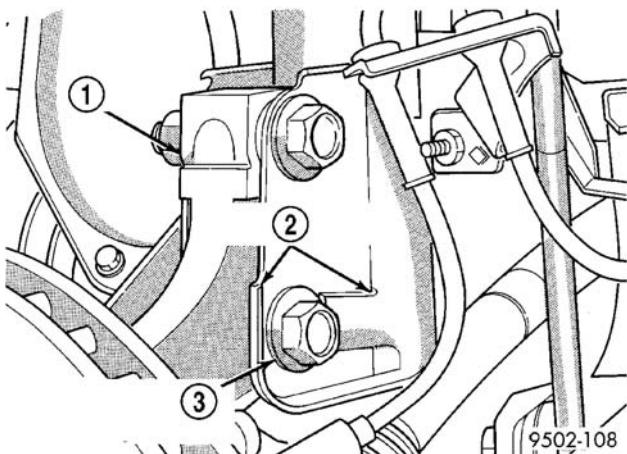

图 11 外倾角调整凸轮螺栓
(7) 对另一侧滑柱 U 形支架重复同样的程序。
(8) 重新安装前轮胎和车轮总成，并紧固到规定扭矩。
(9) 降下车辆。将车辆的前部和后部晃动相等的次数。
(10) 转动下偏心凸轮螺栓，使其顶住滑柱 U 形支架的凸轮止动区，将前外倾角调整到理想的设定值（图 11）。设定外倾角后，紧固上滑柱 U 形支架螺栓和下凸轮螺栓。再次晃动车辆的前后相等的次数并验证前轮外倾角设定。将两个前滑柱至转向节的连接螺栓拧紧至 $81 \text{ N} \cdot \text{m}$ (60 ft.lbs.) 的扭矩，在达到要求的扭矩之后继续拧 $1/4$ (90°) 圈。
(11) 若测得的车轮前束读数不在要求范围内，则调整车轮前束使之符合理想要求。车轮前束可采用下述程序调整。